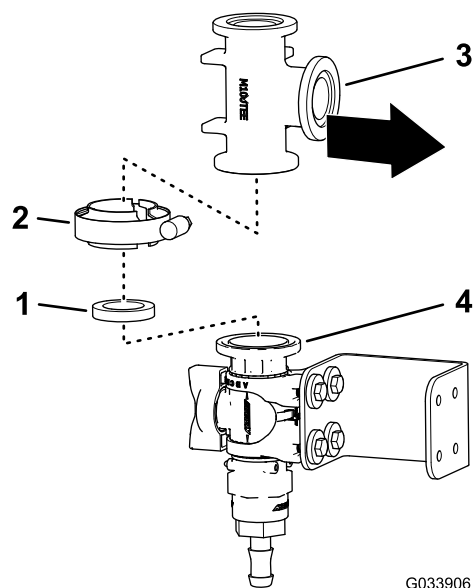
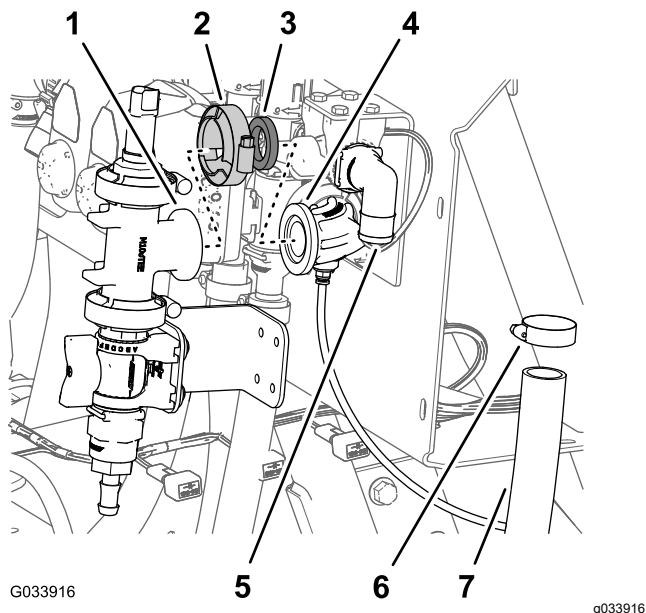
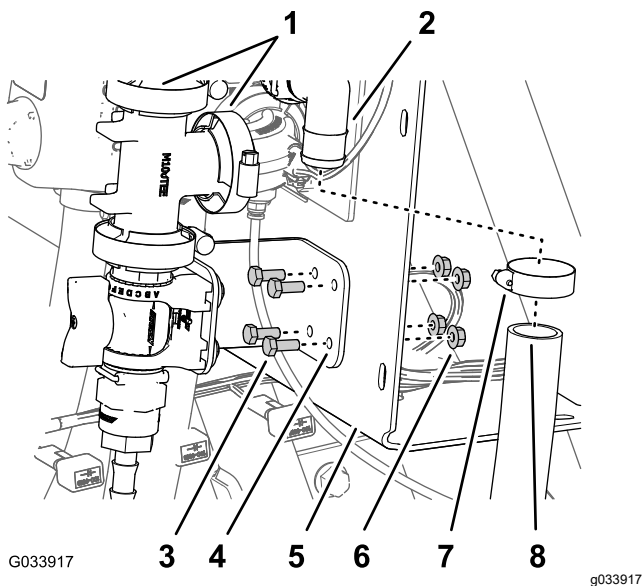

Figure 13
Figure 15
Figure 18
4. Alignez la bride du raccord en T et la bride de la vanne de commande comme montré à la Figure 13.
5. Fixez légèrement le raccord en T sur la vanne de commande avec un joint et un collier à bride (Figure 13).
- Alignez la bride du raccord en T et la bride du raccord à 90°, comme montré à la Figure 15.
- Fixez légèrement le raccord en T et le raccord à 90° avec un joint et un collier à bride (Figure 15).
- Retirez le collier, le joint, et le raccord en T avec la bride du raccord à 90° doté d'un connecteur pour le tube de détection (Figure 15).
- Alignez la bride du raccord en T et la bride du raccord à 90°, comme montré à la Figure 18.
2. Fixez légèrement le raccord en T et le raccord à 90° avec un joint et un collier à bride (Figure 18).
4. Serrez à la main le collier à bride qui fixe la vanne de commande et le (Figure 13) raccord en T, et le collier à bride qui fixe le raccord en T au raccord à 90° doté d'un connecteur pour le tube de détection (Figure 15 et Figure 18).